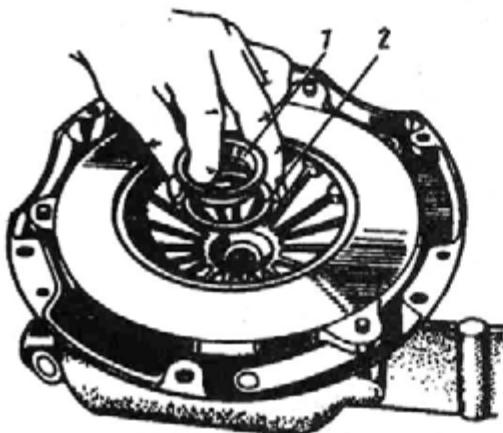

Рис. 85. Установка центральной втулки крепления опорной пяты и пружинного кольца:
- установите пружинное коническое кольцо 2 (рис. 85) вогнутой стороной к нажимной пружине и накройте его фланцем центральной втулки 1, вставив последнюю в отверстие нажимной пружины;